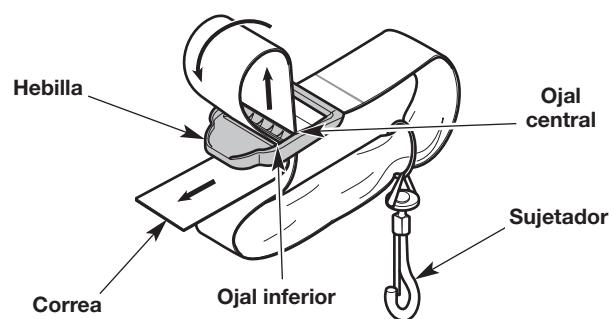

Fig. 7
- Haga pasar la correa hacia arriba por el ojal central de la hebilla (Fig. 7).
- Doble la correa sobre sí misma y hágala pasar por el ojal inferior de la hebilla (Fig. 7).